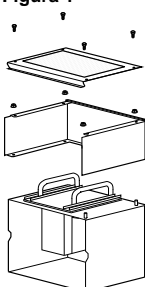
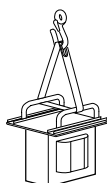

Figura 2
Figura 3
**1** Desmonte los elementos de la inductancia de CC o los transformadores (figura 2), que posteriormente volverá a montar, y retire la inductancia o los transformadores con ayuda de un polipasto (figura 3).
**2** Desmonte los tornillos de fijación (figura 3) del soporte de la inductancia o de los transformadores a la paleta.